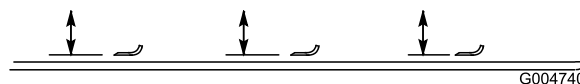

Figure 83
2. Tournez la lame dans le sens longitudinal et mesurez la distance entre l'intérieur du plateau de coupe et le tranchant à l'avant de la lame (Figure 83).